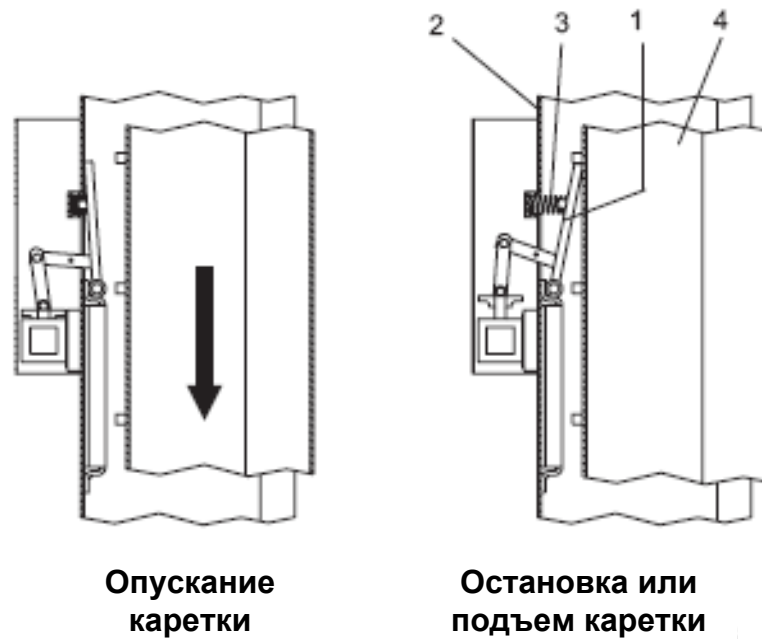

Рисунок 18.
- Если выходит из строя гидравлический цилиндр, срабатывает предохранительный клин (1, Рисунок 18), расположенный внутри стойки (2). Клинья толкаются с помощью пружины (3), и немедленно останавливают каретки (4) не допуская их опускания.